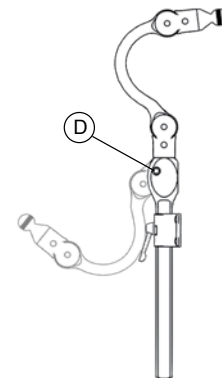

Fig. 4
2. Réglage de la profondeur et de l'angle - Desserrez les trois vis de serrage (Fig. 1, B) pour régler la profondeur et l'angle (Fig. 4 et 5). Faites pivoter la barre horizontale à 180 ° pour un réglage accru de l'angle (Fig. 3). Renversez la barre verticale à 180 ° pour un réglage accru (Fig. 3).
3. Pour renverser l'appui-tête, appuyez sur le bouton (Fig. 4, D) et repoussez l'unité en arrière.
2. Horizontal / Angle – Desserrez les boulons du pivot (Fig. 1, A) pour les réglages de la profondeur (Fig. 4) et de l'angle (Fig. 3). Il n'est pas nécessaire de serrer complètement toutes les vis tant que la position finale n'a pas été atteinte.